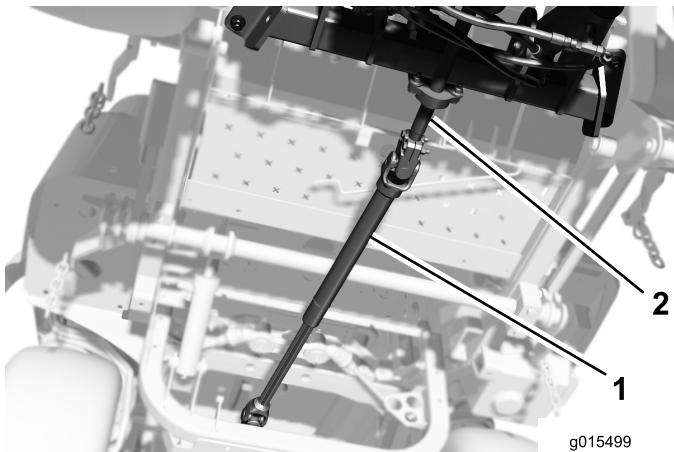

Figura 10
- Alinee los taladros de montaje del árbol de transmisión con el taladro del eje secundario, y deslice el árbol de transmisión sobre el eje secundario del accesorio (Figura 10).